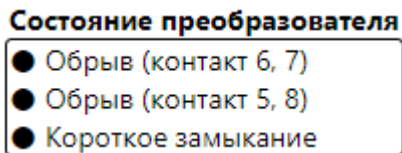

Рисунок 10 — Область «Состояние преобразователя»
3.3.6 При работе с термопреобразователями сопротивления по четырёхпроводной схеме, в область «Состояние преобразователя» выводятся индикаторы обрыва двух измерительных цепей (контакты 6, 7 и 5, 8) и короткого замыкания линии связи с первичным преобразователем (см. рисунок 10).